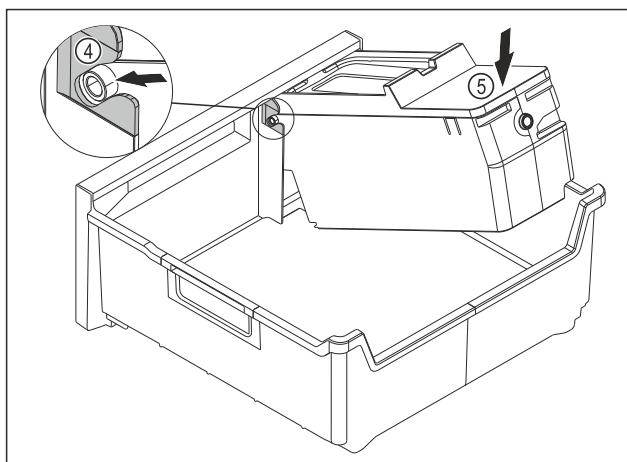

Fig. 128
- EasyTwist-Ice-Körper montieren: Achsen des EasyTwist-Ice-Körpers in die Führungen Fig. 128 (4) einschieben.
- EasyTwist-Ice-Körper Fig. 128 (5) hinten nach unten drücken.